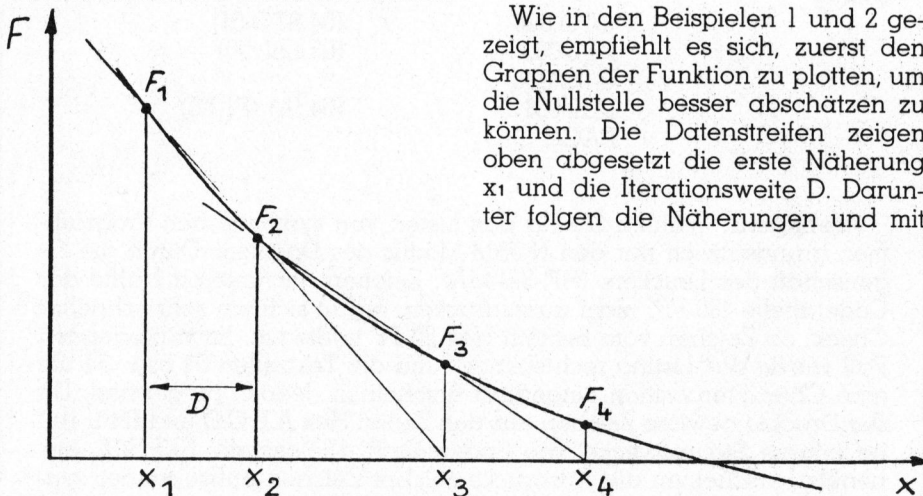

Bild 1: Prinzip des Sekantenverfahrens
Mit dem Taschenrechner HP-34C können Gleichungen von der Form $F(x) = 0$ auf Tastendruck - «SOLVE» - gelöst werden, falls es wenigstens eine reelle Lösung gibt. Aus der Beschreibung (1) geht hervor, dass hierbei das Sekantenverfahren angewendet wird, dessen Prinzip in Bild 1 dargestellt ist.